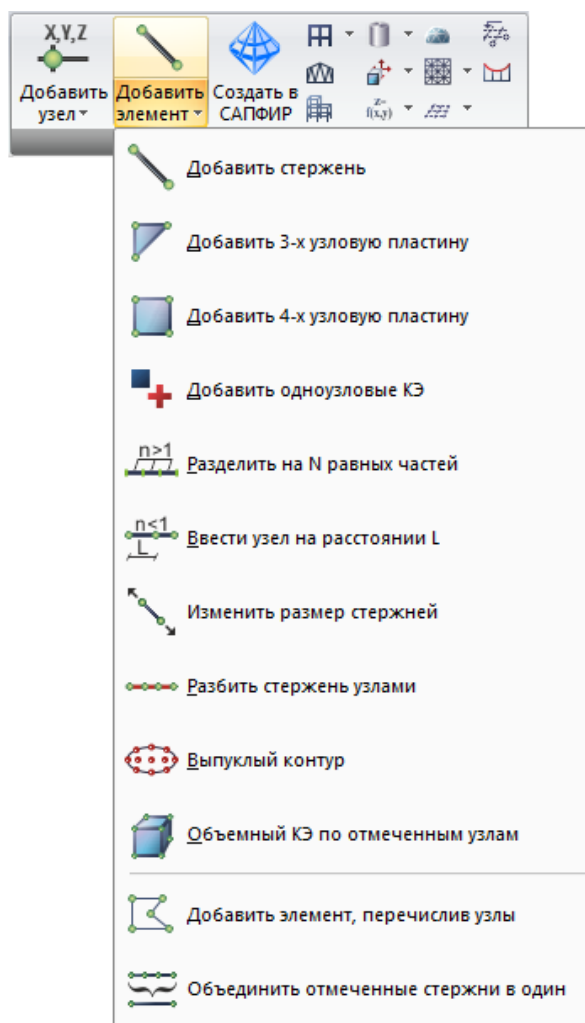

Рис. 20. Раскрывающийся список **Добавить элемент**
**Добавить элемент** (рис.20) – раскрывающийся список с заменой, содержащий операции по добавлению элементов в расчетную схему.